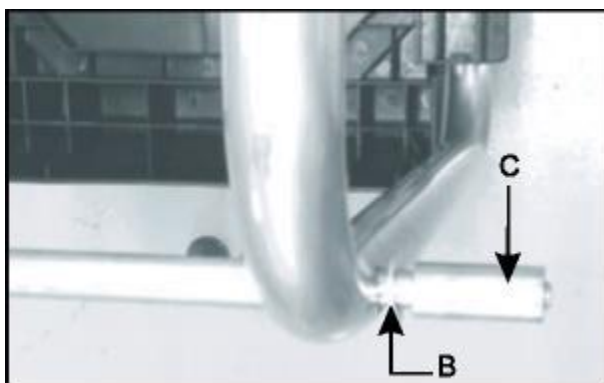

Fig. 1B
1. Coloque la arandela (B) y el casquillo (C) suministrados en el eje de la rueda. (Fig. 1B)